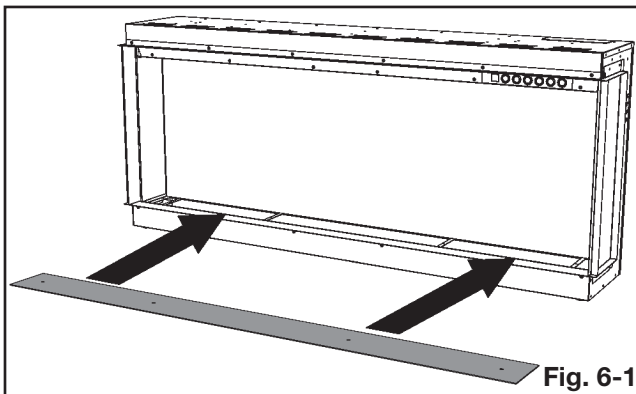

Fig. 6-1
1. Placez le plateau de médias. Assurez-vous que la surface mat face vers le haut (**Fig. 6-1**).